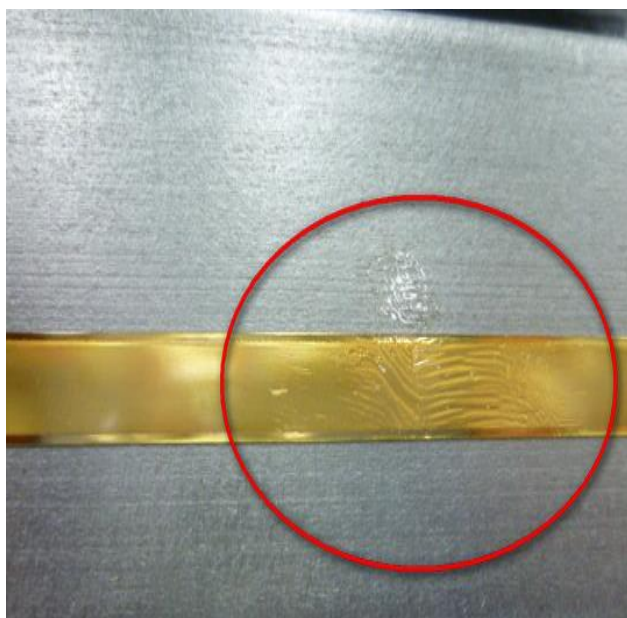

図 11
- (1) リニアモーターを粉塵が多い環境で使用すると、グリスや粒子がスケールに付着し、エンコーダーのフィードバックエラーが発生する場合があります。図 11 に示すように、金色の部分に光学スケールです。スケールの両側にレニショーのロゴがあります。